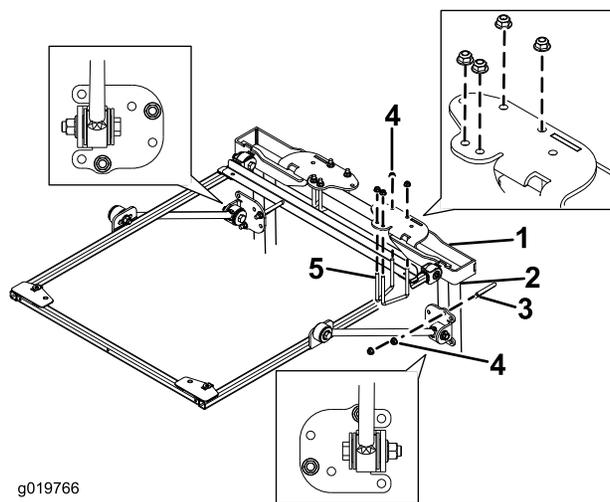

Bild 22
9. Befestigen Sie die Befestigungshalterungen des Überrollschutzes an der Oberseite des Überrollbügels der Zugmaschine (Bild 22). Stellen Sie sicher, dass der Überrollbügel in den
10. Befestigen Sie die Befestigungshalterungen des Überrollschutzes mit zwei U-Bügeln ($2\frac{3}{4}$ ") und vier Bundmuttern in den in Bild 22 abgebildeten Befestigungslöchern an der Oberseite des Überrollbügels.
11. Befestigen Sie jede Strebenhalterung lose mit einem U-Bügel (4") und zwei Bundmuttern in den in Bild 22 abgebildeten Befestigungslöchern an den Streben des Überrollbügels.